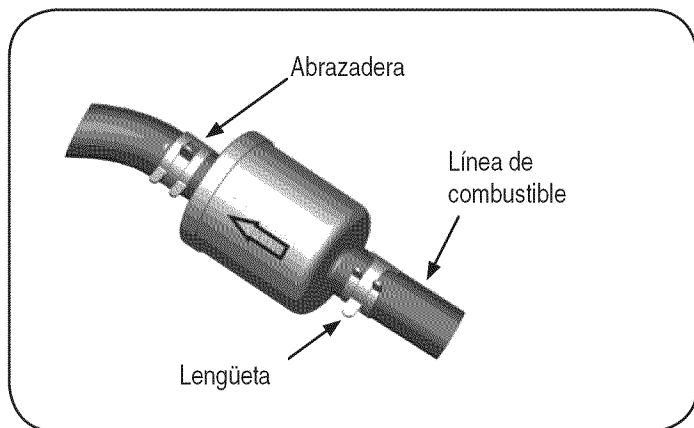

Figura 31
2. Use tenazas para apretar las lengüetas de las abrazaderas, luego deslice las abrazaderas alejándolas del filtro de combustible. Tuerza y separe las líneas de combustible del filtro. Vea la Figura 31.